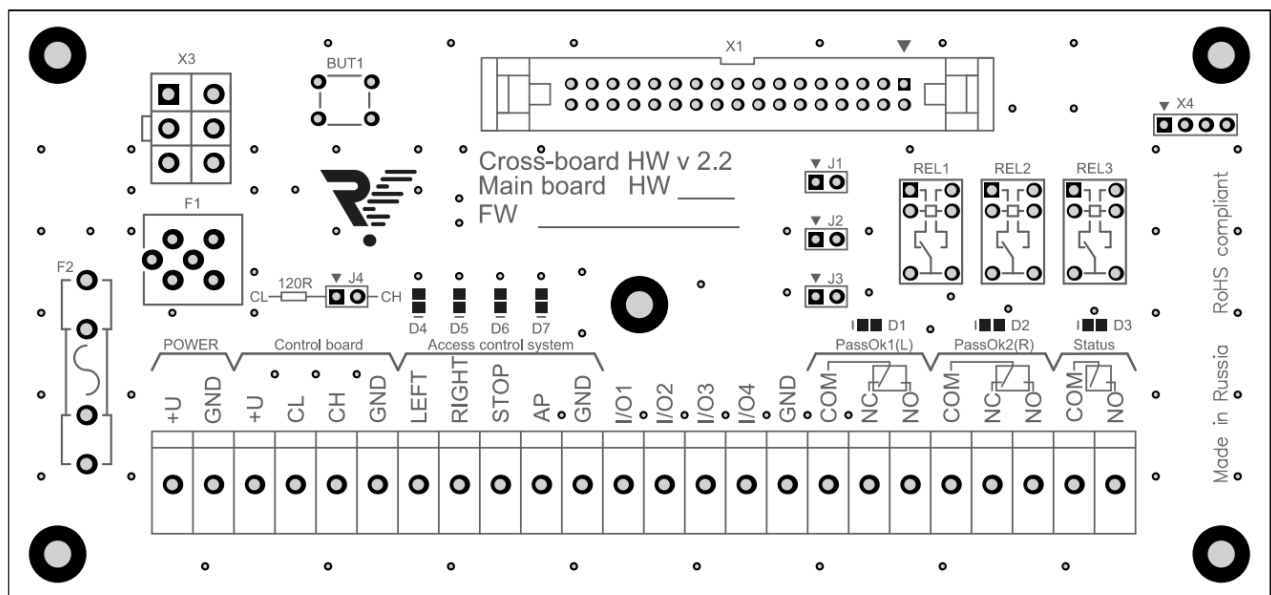
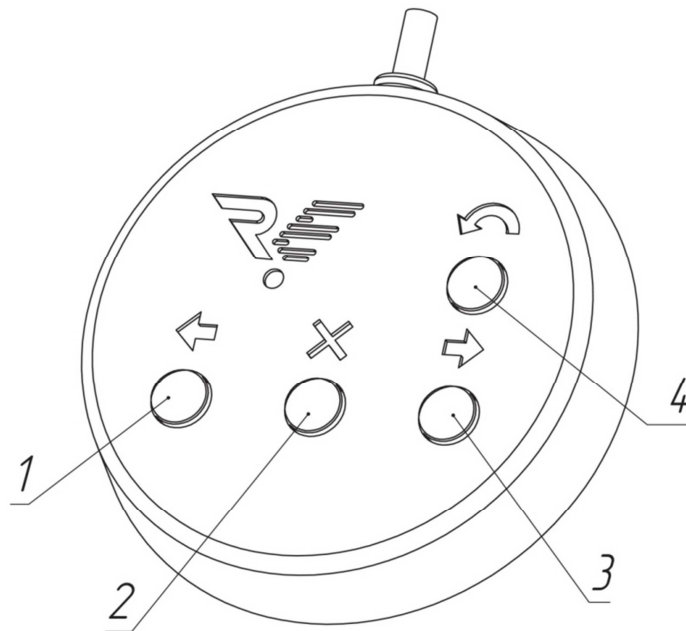

Рис. 13. Внешний вид кросс-платы
Рис. 14. Нумерация кнопок ПУ
На рис. 13 показан внешний вид кросс-платы и расположение разъемов для подключения БП, ПУ, СКУД и ОПС.
Входы LEFT и RIGHT могут работать как в потенциальном, так и в импульсном режиме (срабатывание по факту замыкания на контакт GND). Импульсный режим установлен по умолчанию. Для перехода в потенциальный режим работы необходимо установить джампер J1 (рис. 13). В данном случае режим прохода влево/вправо включается только на время подачи управляющего сигнала на входы LEFT/RIGHT. Режим свободного прохода можно устанавливать подачей управляющих сигналов на оба входа одновременно. Приоритет входов LEFT и RIGHT при переходе в импульсный режим остается неизменным.
Для использования данной схемы подключения турникета необходимо установить на кросс-плату джампер J2 (рис. 13). При установленном джампере J2 турникет не реагирует на команды пульта, а лишь транслирует их состояние на контакты клеммных колодок I/O1...I/O4 (рис. 13), которые являются выходами с открытым коллектором. Назначение контактов представлено в таблице 6, нумерация кнопок пульта изображена на рис. 14
I/O1	Состояние кнопки "Влево" (1, рис. 14)
I/O2	Состояние кнопки "Вправо" (3, рис. 14)
I/O3	Состояние кнопки "Стоп" (2, рис. 14)
I/O4	Состояние кнопки "Антипаника" (4, рис. 14 )
6.5.2. Сдвиньте панель индикации картоприемника до упора в направлении, указанном на рис. 14. Аккуратно поднимите панель.